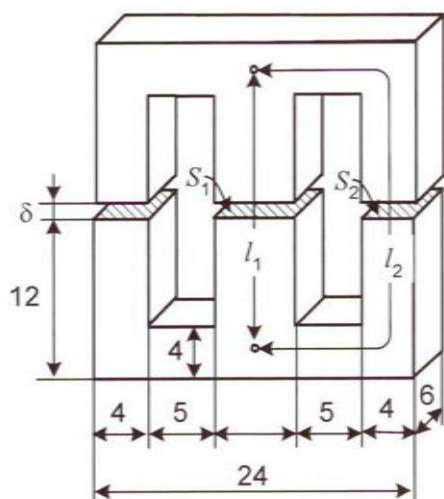
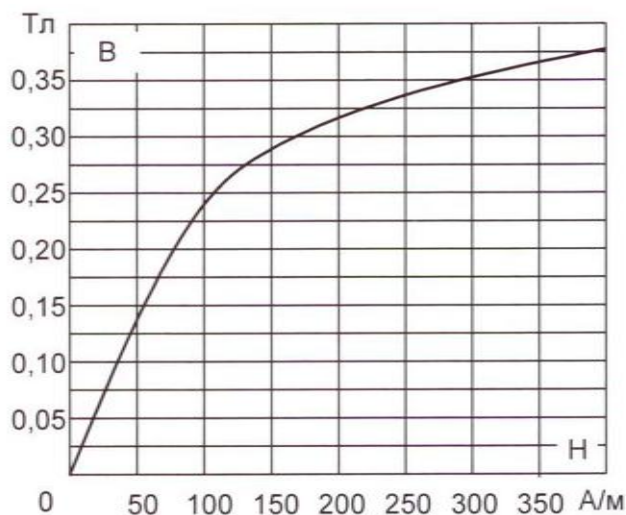

Рис. 7.1. Размеры сердечника
Рис. 7.2. Кривая намагничивания феррита M2000NM
Необходимые для расчёта размеры сердечника приведены на рис. 7.1, а кривая намагничивания феррита М2000НМ – на рис. 7.2.
5.9.1. По размерам, указанным на рис. 7.1, определите длины средних линий участков магнитной цепи l_1 и l_2 (при $\delta = 0$), а также их сечения S_1 и S_2 ;
$H_1, \text{А/м (по рис. 7.2)}$
$H_2, \text{А/м (по рис. 7.2)}$
6.1. В отчёте необходимо указать номер работы, тему, цель, привести схему магнитопровода (Рис. 7.1), кривую намагничивания феррита М2000НМ (Рис. 7.2), таблицы, необходимые расчёты, рисунки с экспериментально снятыми и с расчётными вебер-амперными характеристиками.